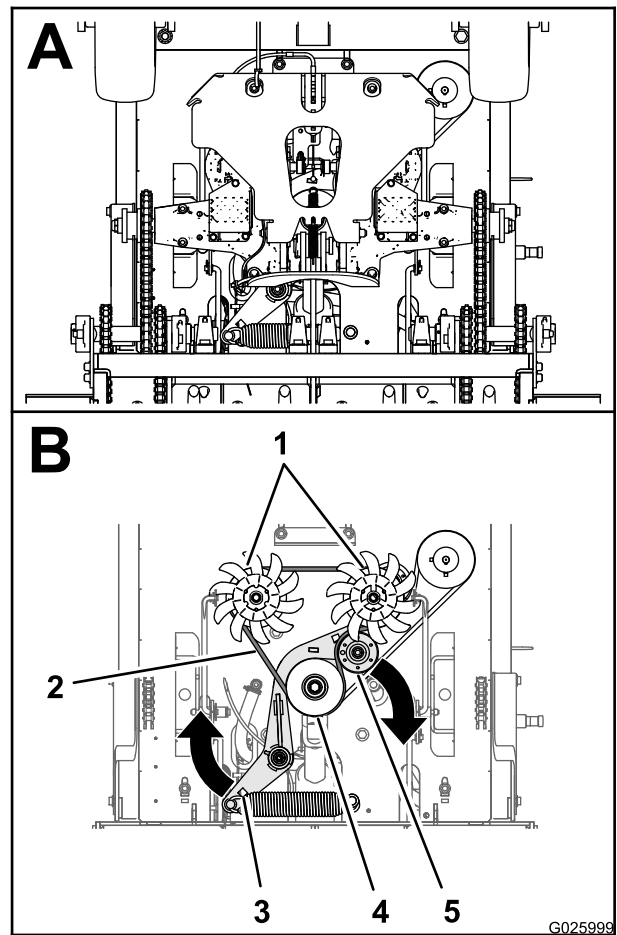

Figure 52
- Insérez une barre de levier dans le trou du support de tension de la courroie et déplacez le support vers l'extérieur et l'avant (Figure 52).
- Déchaussez la courroie d'entraînement de transmission des poulies du moteur, de tension et de transmission (Figure 52).
- Acheminez la nouvelle courroie d'entraînement de transmission autour des poulies du moteur, de tension et de transmission comme montré à la Figure 52
- Relâchez le support de tension de la courroie pour permettre au ressort de tendre la courroie (Figure 52).